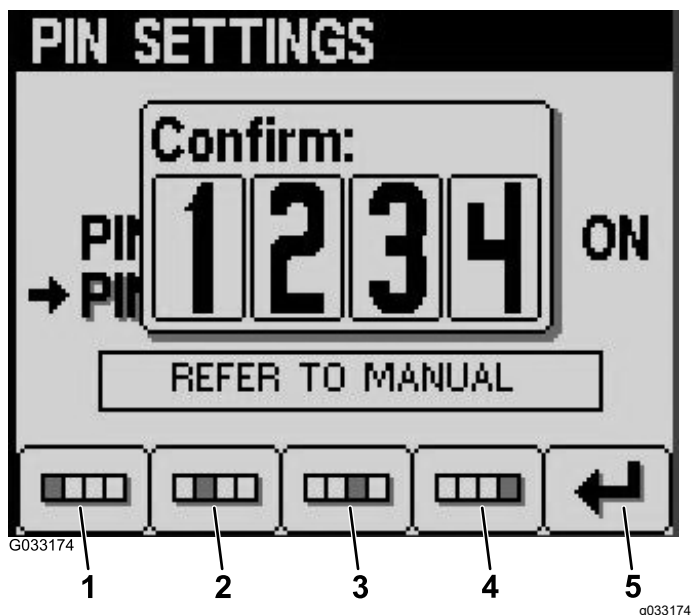

Figura 17
8. Confirme o PIN novo utilizando os botões 1 a 4 e prima o botão 5 quando concluir o PIN (Figura 17).